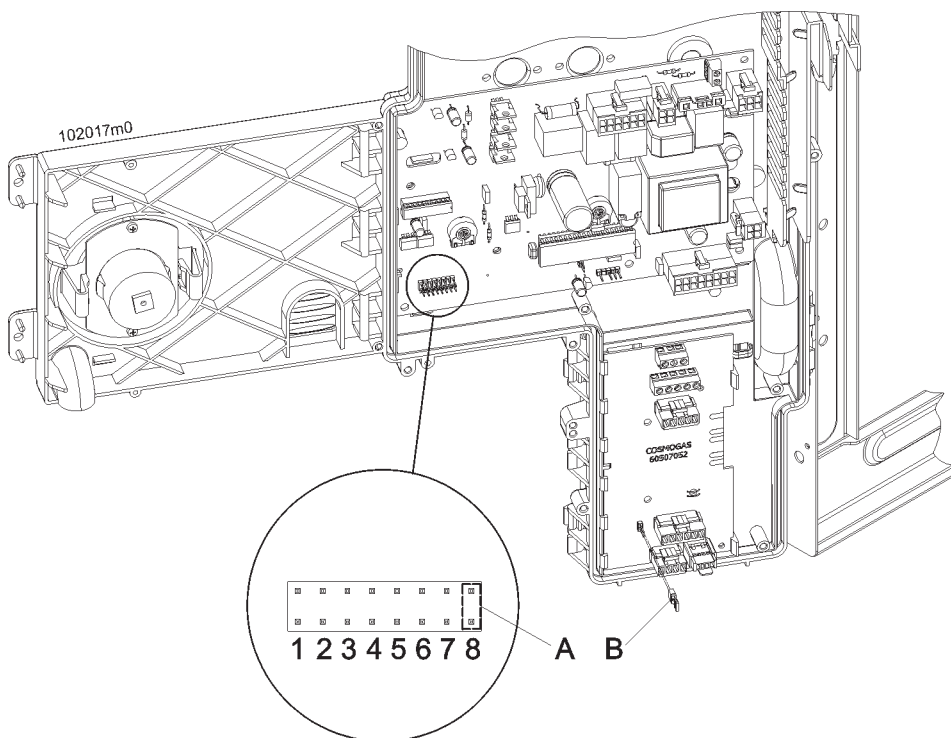

Figura 34 - Gruppo di controllo e regolazione scaldacqua
- Togliere il ponte elettrico N°42 dalla scheda connessioni elettriche (particolare "B" di figura 34);
- Spostare il ponte elettrico (vedi figura 34 particolare "A") dalla posizione 8 alla posizione 2;
- Spostare il ponte elettrico (vedi figura 34 particolare "A") sito nella metà della posizione 1, a coprire completamente la posizione 1;